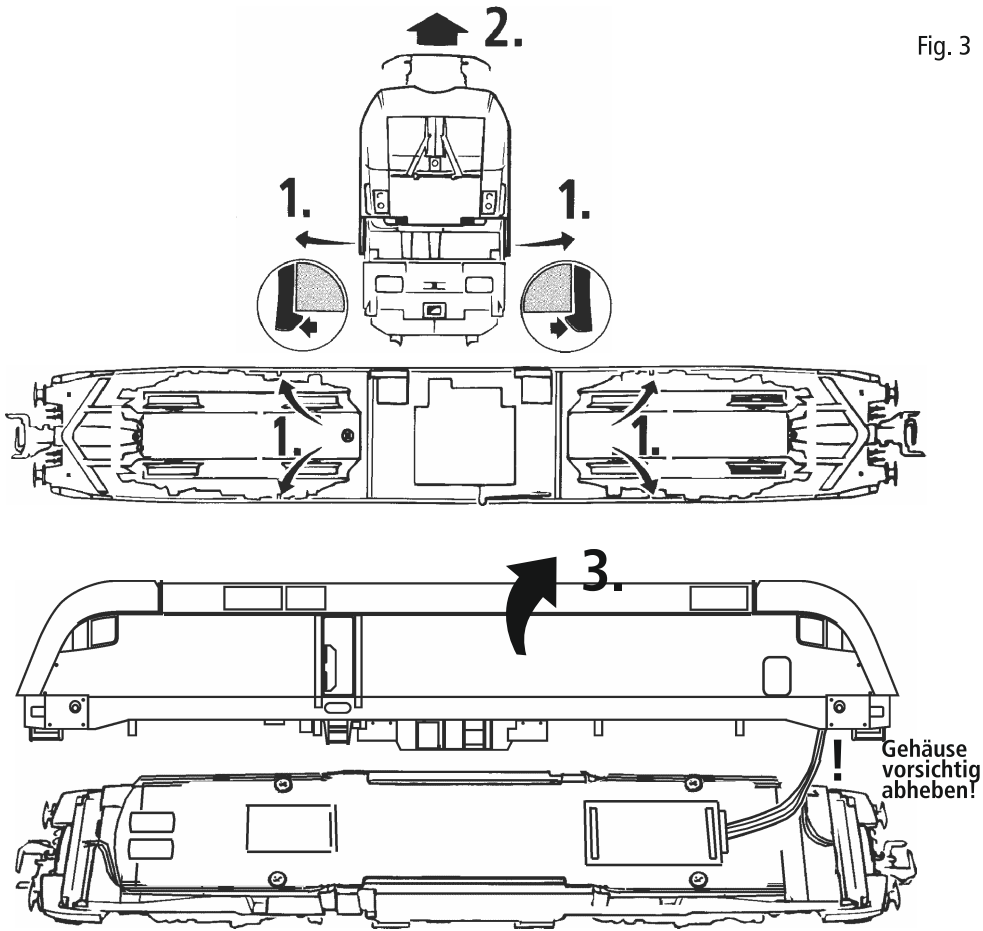

Fig. 4
1. Reinigung der Radstromkontakte: Radstromkontakte können auf unsauberen Schienen leicht verschmutzen. Entfernen Sie **vorsichtig** mit einem kleinen Pinsel **den Schmutz** an den in Fig. 4 gekennzeichneten Stellen. Dazu zuerst den Getriebedeckel abnehmen (Fig. 8).
1. Nettoyage des lames de courant aux roues: Les lames de contacts risquent de s'encrasser rapidement sur des voies poussiéreuses. Veuillez **enlever la poussière** aux endroits marqués à la fig. 4 à l'aide d'un petit pinceau souple. A ces fins démontez d'abord le bogie (fig. 8).
2. Graissage: N'appliquez **qu'une toute petite goutte** aux endroits indiqués par le plan de graissage (fig. 6) après avoir démonté la caisse de la locomotive (fig. 4). Nous vous recommandons **le graisseur à huile Roco réf. 10906**. Pour graisser les engrenages (roues dentées, vis sans fin) nous vous conseillons la **graisse spéciale Roco réf. 10905** pour engrenages en matières synthétiques. Lorsque vous utilisez cette graisse il faut éviter d'huiler ces composants.
1. Cleaning of wheel contacts: Wheel contacts easily get dirty on tracks which are not entirely clean. Use a small brush to **remove dirt** from spots marked in fig. 4. Prior to cleaning the contacts dismantle the bogie (fig. 8).